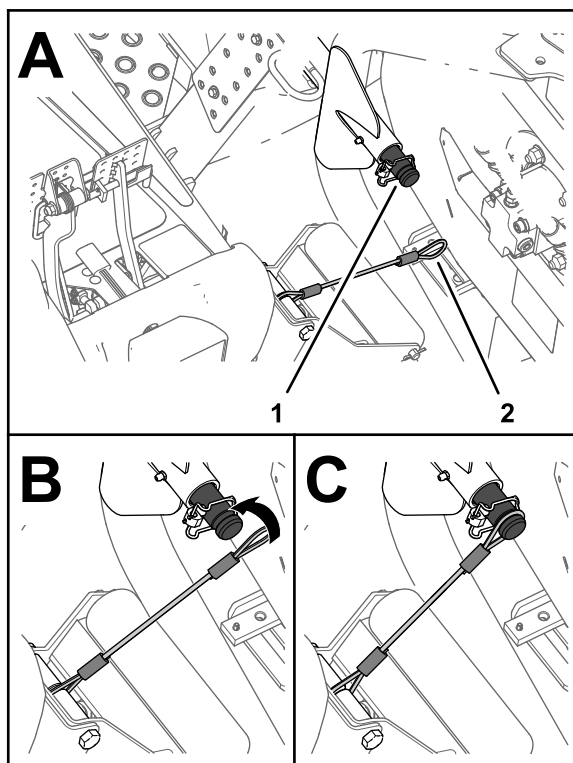

Рисунок 65
6. Наденьте петлю стропа на несущий вал до полной посадки петли в канавку вала (Рисунок 65).
5. Совместите строп с несущим валом подъемного рычага переднего наружного режущего блока (Рисунок 65).